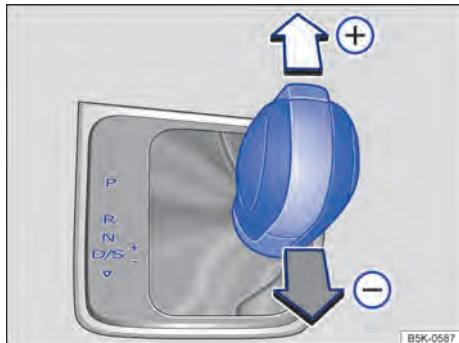

Fig. 125 Alavanca seletora na posição Tiptronic.
- Mover a alavanca seletora para frente  ou para trás  para aumentar ou diminuir a marcha \Rightarrow Fig. 125.